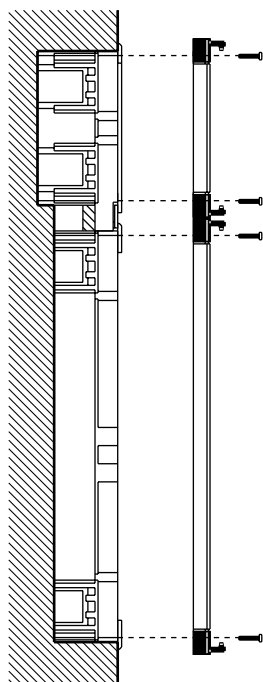

Fig. 6
- 11) Una volta eseguiti i collegamenti alla pulsantiera (posto esterno, lampade, tasti interruttori) fissare i frontali della pulsantiera e dell'unità di ripresa (fig. 6).